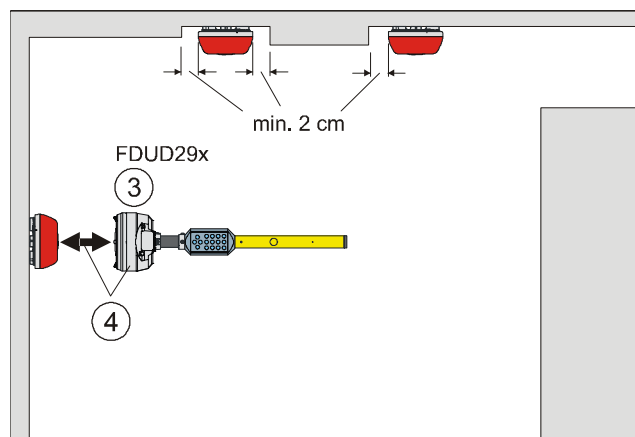

Fig. 4
- For commissioning and maintenance purposes the alarm sounder must be easily accessible. This way communication via interface (MC-Link) to the detector exchanger and tester FDUD29x is possible (Fig. 4).
- Für die Inbetriebnahme und Wartung muss der Alarmtongeber gut zugänglich sein, damit er über die Schnittstelle (MC-Link) zum Prüfpflücker FDUD29x kommunizieren kann (Fig. 4).
- Pour la mise en service et la maintenance, le diffuseur sonore doit être aisément accessible pour pouvoir communiquer avec l'échangeur et testeur de détecteur FDUD29x via l'interface (MC-Link) (fig. 4).
- Para la puesta en servicio y el mantenimiento, la sirena de alarma tiene que estar bien accesible para que pueda comunicarse a través de la interfaz (MC-Link) con el extractor/probador de detectores FDUD29x (Fig. 4).
- La sirena d'allarme deve essere facilmente accessibile per la messa in servizio e gli interventi di manutenzione, in modo che possa comunicare con l'estrattore e tester FDUD29x tramite l'interfaccia (MC-Link) (Fig. 4).